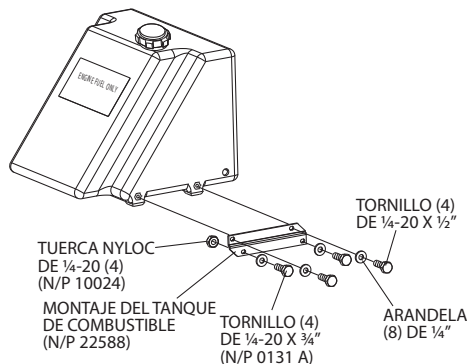

Figura 26. Soporte de montaje del tanque de combustible
- Reinstale el tanque de combustible en el bastidor de la alisadora usando los nuevos soportes de montaje del tanque de combustible (N/P 22588), tornillos de 1/4-20 x 1/2" (N/P 1579), tornillos de 1/4-20 x 3/4" (N/P 0131 A), arandelas planas de 1/4" (N/P 0948) y tuercas 1/4-20 (N/P 10024). Vea la Figura 26.